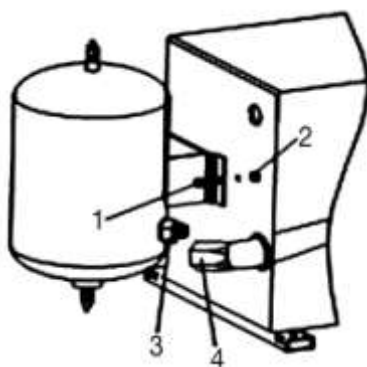

Fig. 11
6. Monte el depósito de aire en el lado trasero de la desmontadora (fig. 11) y fíjelo con la tuerca 1 (fig. 11) sobre el espárrago 2 (fig. 11), fije la manguera 4 con la tubuladura 3 en el depósito de aire.